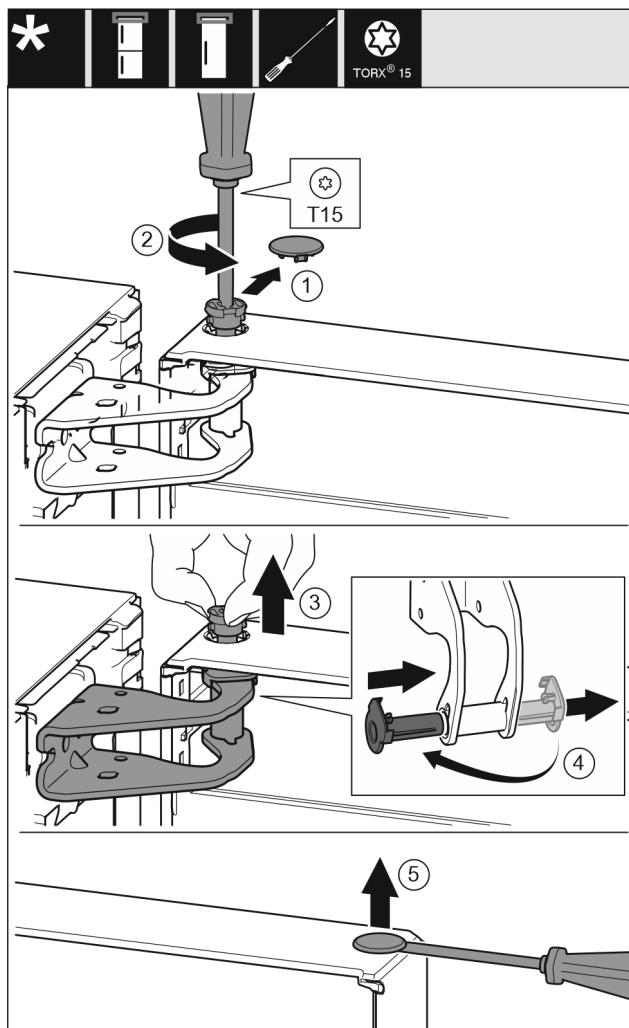

Fig. 7
- Свалете внимателно предпазния капак. Fig. 7 (1)
- С отвертка T15 отвийте малко болта. Fig. 7 (2)
- Задръжте здраво вратата и извадете болта с пръсти. Fig. 7 (3)
- Извадете лагерната втулка от водача. Поставете от другата страна и фиксирайте. Fig. 7 (4)
- С плоска отвертка внимателно повдигнете тапата от лагерната втулка на вратата и я извадете. Fig. 7 (5)